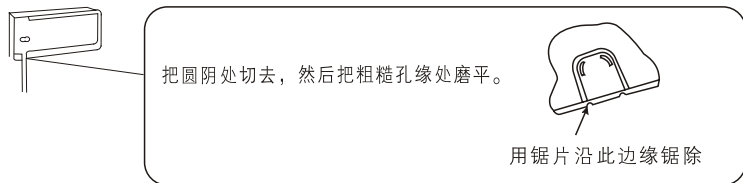

图 8
(2) 如铜管是从左边或下边引出时, 应扳去左边的出管板, 或把下盖板上如下图所示部位锯除, 然后把铜管塞进。(图 8)